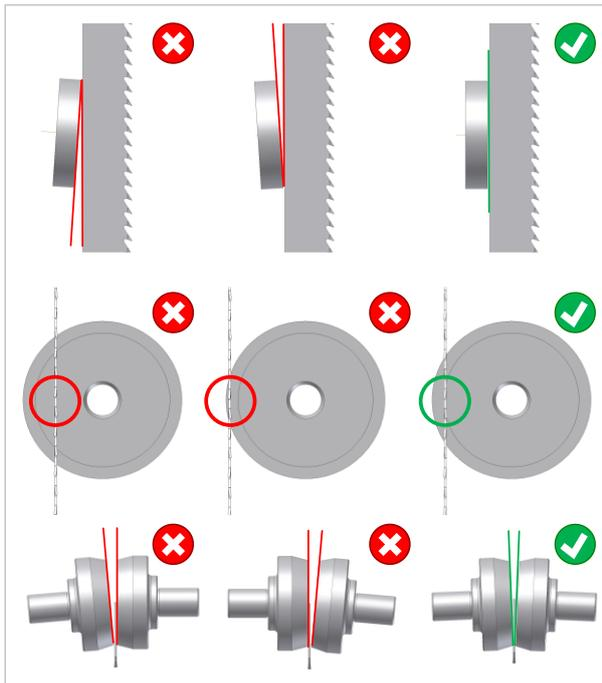

Figura 28: Regulação de base dos rolos traseiros e laterais
- Colocar os rolos laterais de modo que apenas toquem ligeiramente na lâmina de serra ⇒ Figura 28). É necessário garantir que a lâmina de serra não é empurrada para o lado!
- A ⇒ Figura 28 mostra a regulação ótima dos rolos traseiros e laterais na extrema-direita e na esquerda e, no centro, as regulações incorretas que devem ser evitadas.
- O rolo traseiro deve estar paralelo e vertical à parte de trás da lâmina de serra (⇒ Figura 28 canto superior direito).
- A lâmina de serra deve passar exatamente à frente da borda interior do rolo traseiro (⇒ Figura 28 centro-direita).
- Os ângulos de abertura entre os rolos laterais e a lâmina de serra devem ser iguais em ambos os lados (⇒ Figura 28 em baixo à direita).
Ajuste básico incorreto da guia.	→ Verifique a regulação básica (⇒ Figura 28) e reajustar se necessário (⇒ 11.7.2).
A lâmina de serra corre demasiado para dentro no rolo traseiro.	→ Verifique a regulação básica (⇒ Figura 28) e reajustar se necessário (⇒ 11.7.2).